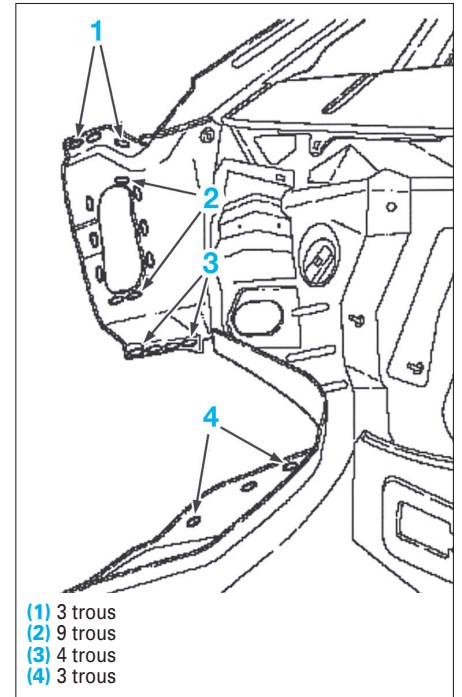

FIG. 21
• Préparer la partie supérieure du pied avant (trous oblongs : 5 x 18 mm) (Fig.21).